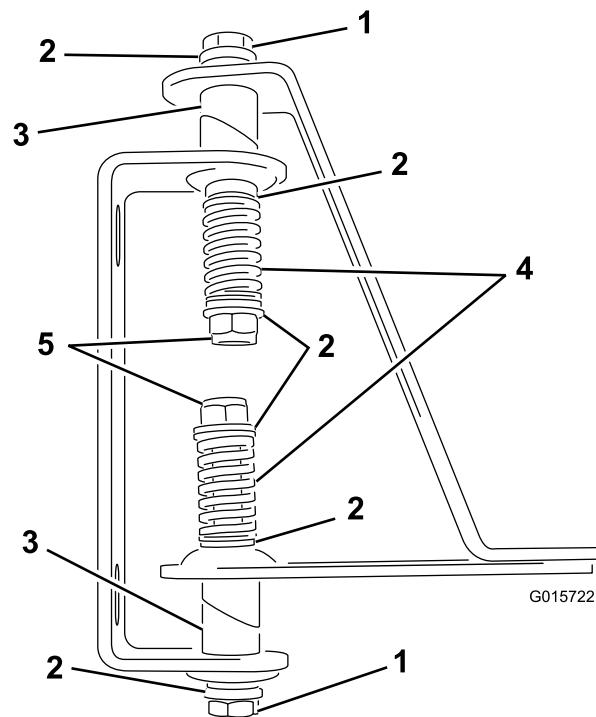

Figure 4
- Insérez les boulons dans les ouvertures des tubes soudés articulés, dans les charnières et les brides (Figure 4).
- Posez un ressort au bout de chaque boulon (Figure 4).